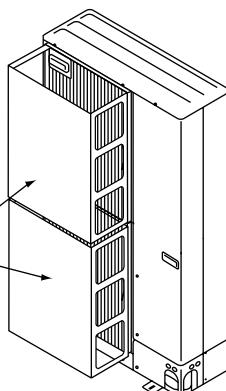

Fig. 2-4
- ② Installieren Sie eine als Sonderzubehör erhältliche Lufteintrittsöffnung, wenn die Anlage an einem Aufstellort installiert ist, an dem die Gefahr besteht, dass starker Wind direkt in die Lufteintrittsöffnung bläst. (Fig. 2-4)